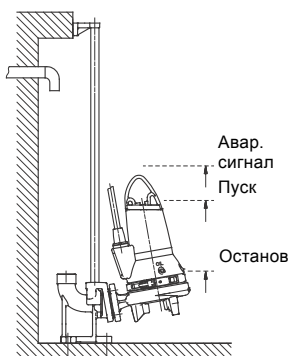

Рис. 6 Уровни пуска и останова насоса
**Дополнительное реле уровня должно устанавливаться для того, чтобы обеспечить остановку насоса в случае отказа реле отключения насоса. См. рис. 6.**